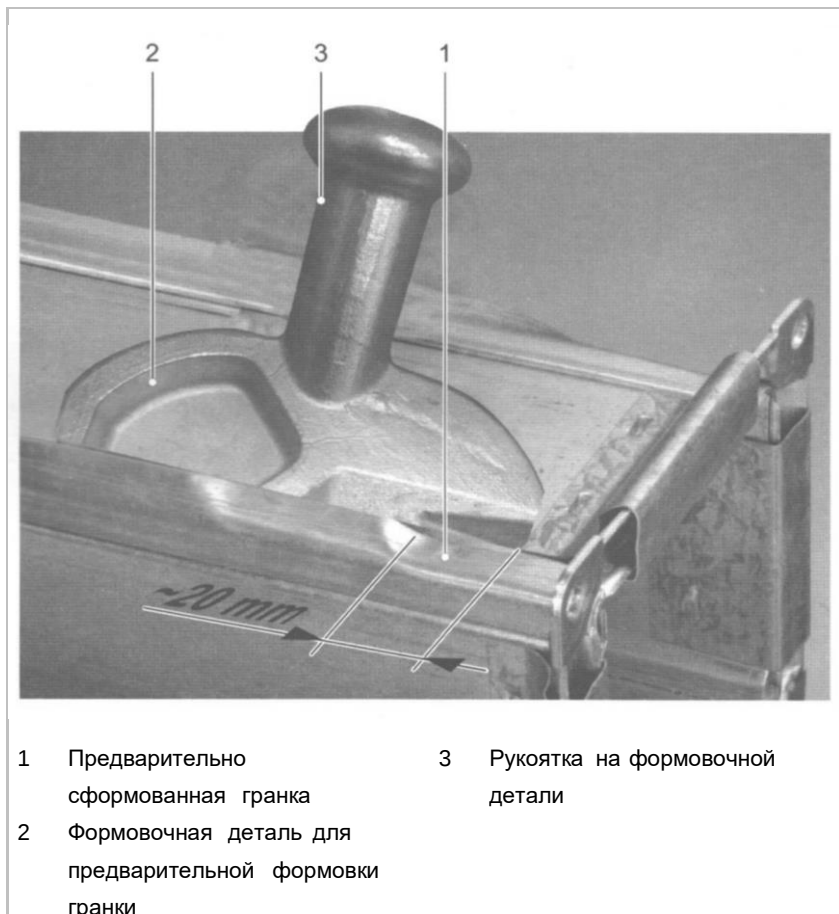

Рис. 9
1. Для улучшения старта скос для подвода рекомендуется делать с помощью шаблона (рис. 9)